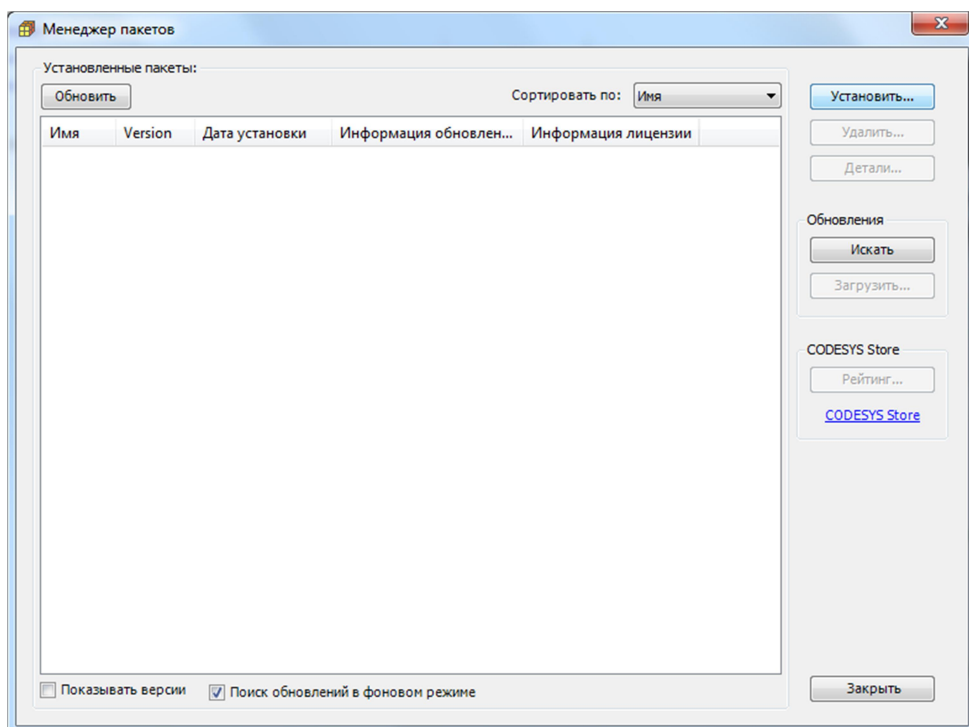

Рисунок 3.4 – Окно менеджера пакетов
- 3.2.5 В появившемся окне (рис. 3.4) нажмите кнопку «Установить» (Install);